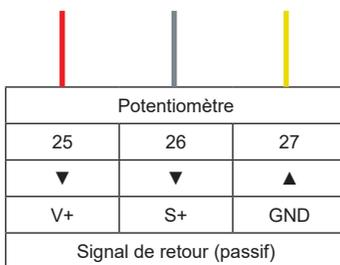

Fig. 14 Schéma des bornes du potentiomètre
- Connecter le faisceau de câbles aux bornes comme indiqué dans la figure 14 Schéma des bornes du potentiomètre.